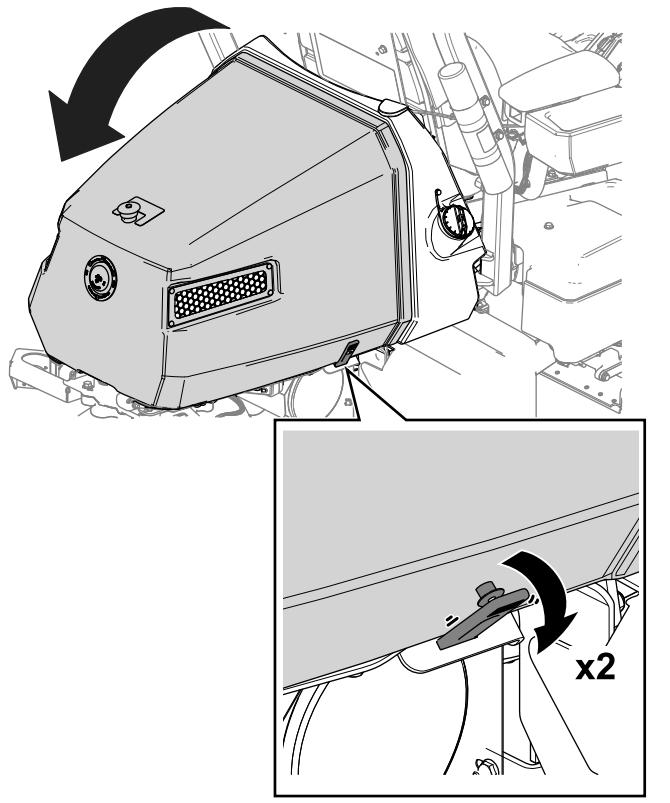

Figure 42
- Détachez les attaches de chaque côté du capot (Figure 42).
- Ouvrez le capot (Figure 42).